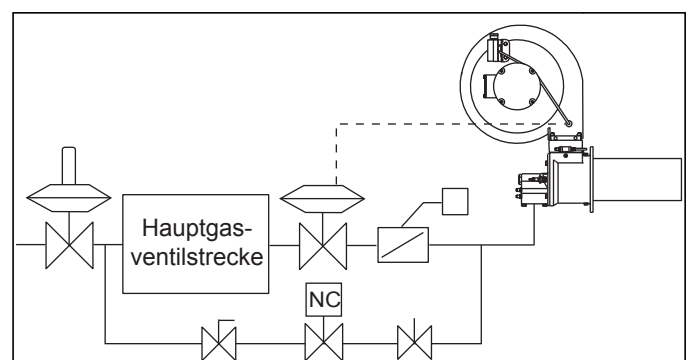

Abbildung 3.7 Bypass-Gasdruckregler mittels eines Hauptgasdruckreglers
- Anschluss an die Hauptgasleitung stromabwärts vom Hauptgasdruckregler. (Siehe Abb. 3.7).